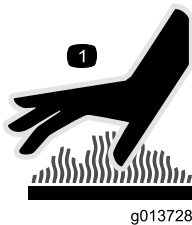

Figura3
- Nu atingeți niciodată un motor sau o tobă de eșapament fierbinte (Figura3).